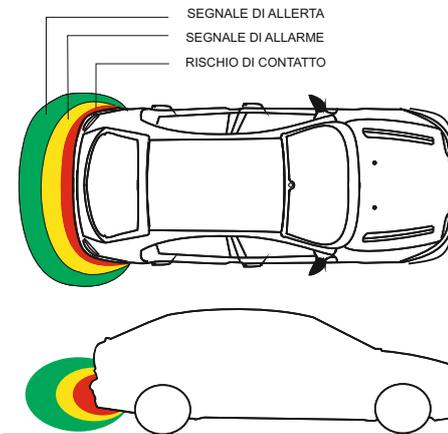

Fig. 6
L'attivazione del dispositivo avviene all'inserimento della retromarcia (quadro strumenti acceso) e confermata da un segnale di "OK" all'atto dell'attivazione. Una volta attivato l'EPS-DUAL 2.0 genera intorno al paraurti, su cui è installato, una zona di protezione (Fig. 6). Quando un qualsiasi ostacolo, presente nella zona di protezione, tende ad avvicinarsi al paraurti si udrà una serie di segnali acustici.
- Le distanze indicate variano a seconda della dimensione dell'ostacolo, e corrispondono alla zona centrale del paraurti mentre sugli spigoli laterali la distanza è inferiore. (Fig.6)
1. In presenza di pioggia di una certa intensità, il sistema riduce automaticamente la sua sensibilità onde eliminare una parte di falsi allarmi che possono essere generati dal movimento di acqua sul paraurti. In questa situazione viene eliminata la zona di preallarme e mantenuta soltanto la segnalazione di **allarme** e **rischio di contatto** (Fig. 6).